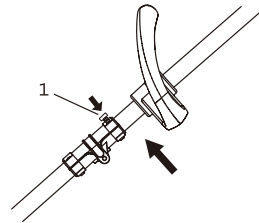

FIG. 6
4. Insérez la vis dans le manchefig.6 (1), puis serrez la vis avec la clé Allen fournie fig. 6 (2) pour verrouiller le manche en place.